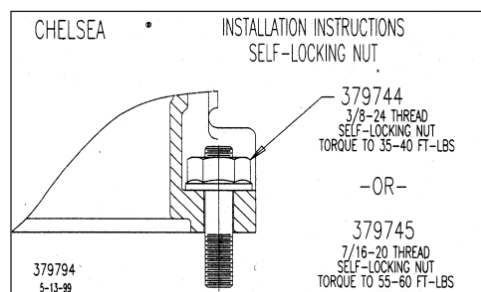

Fig. 13
15. Use porcas de travamento automático fornecidas com a TDF (Fig. 13).